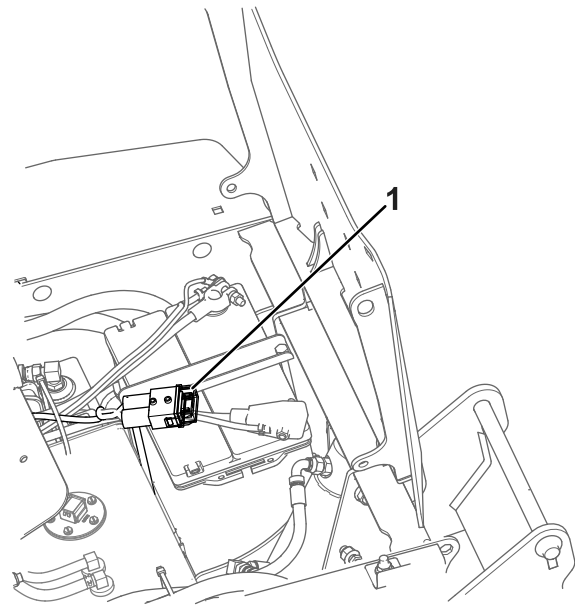

Bild 40
2. Suchen Sie die Hauptsicherung am Kabelbaum in der Nähe der Batterie und entfernen Sie die Sicherungskappe (Bild 40).